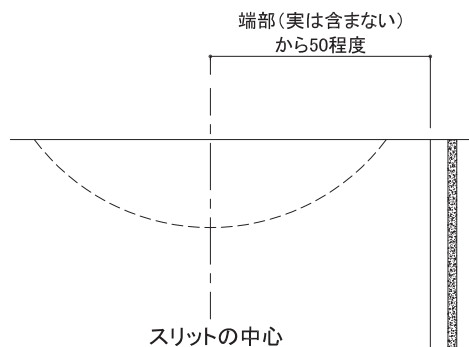

図10 端部のスリット加工位置(立面図)
- 端部のスリット加工の中心はCOOL端部から50mm程度の位置としてください。(図10、11)